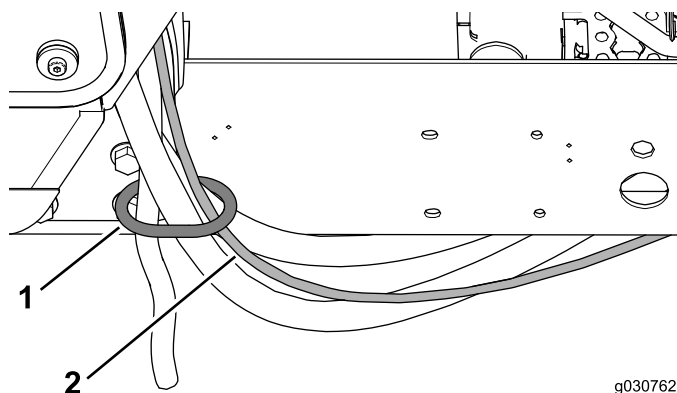

Figura 39
1. Disponete il flessibile di lavaggio attraverso l'anello del flessibile sul supporto posteriore della cabina (Figura 39).